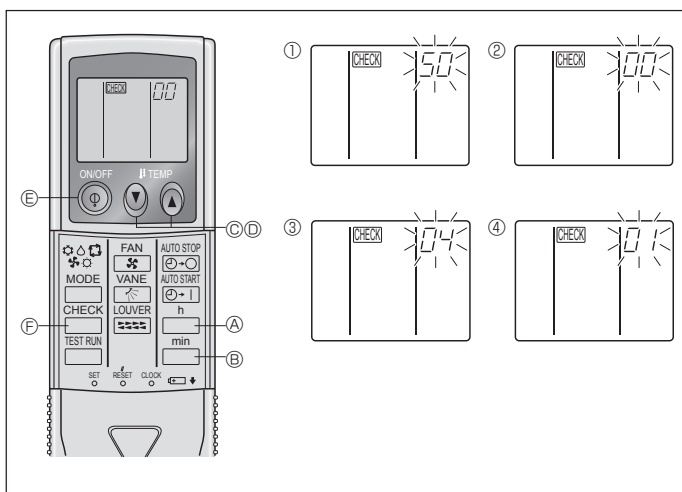

Fig. 6-10
2) Voor de draadloze afstandsbediening (Fig. 6-10)